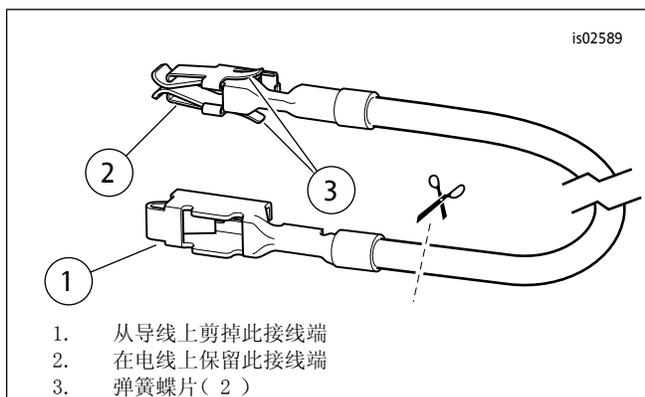

图8。保险丝盒适配器电线 (戴纳和软尾车型)
3. 参见图22。从套件中取出橙色/白色保险丝盒适配线 (9)。注意导线每端的接线端 (参见图8)。仅具有弹簧蝶片的接线端可安装至此保险丝盒中。小心地从电线上剪掉未使用的接线端并丢弃。